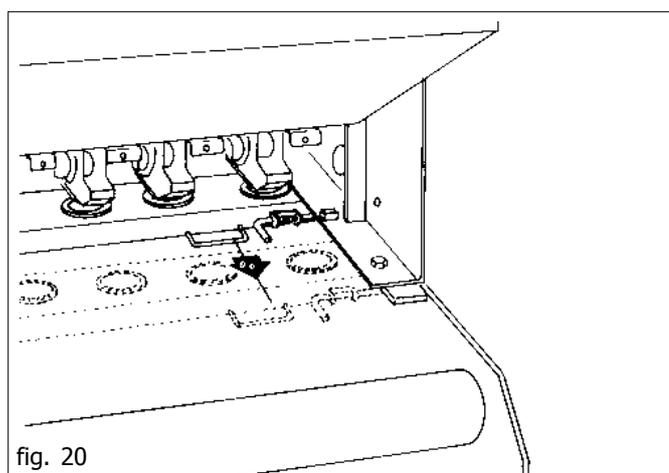

fig. 20
- 1) far slittare la leva portabocchette in avanti, rilasciando i meccanismi di serraggio che la mantengono in posizione di lavoro, fino alla posizione utile per collocare la cassetta (fig. 20).